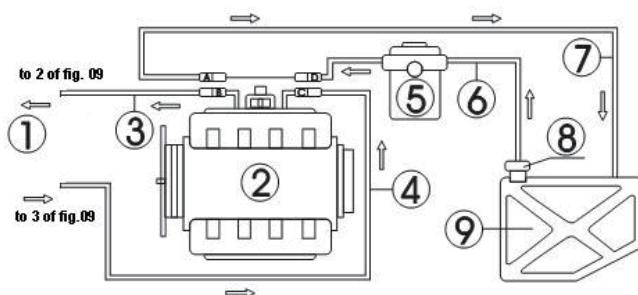

Abb. 09
Der Schlauchleitungsanschluss des Motors mit Rücklaufschlauch ist wie in Abb. 09 dargestellt.
- Trennen Sie die Anschlüsse der Kraftstoff-Zufuhrschräume (C/D) und der Kraftstoff-Rücklaufschlaue (A/B) des Motorkraftstoffsystems (wickeln Sie die Anschlüsse beim Trennen mit einem Handtuch ein). Wählen Sie geeignete Anschlüsse. Schließen Sie separat ein Ende an das Ende B bzw. C und dann das andere Ende an die entsprechenden Rücklauf- und Auslassschläue. (siehe Abb. 09)